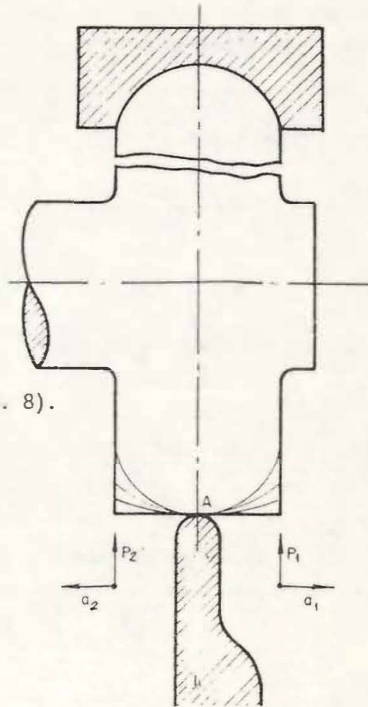

Fig. 8
- a Ubique la herramienta frente a la parte más saliente de la superficie A (fig. 8).
- b Con movimiento de avance ( $a_1$ ) y profundidad ( $p_1$ ) simultáneos realice la pasada (1).
- c Vuelva al punto A y con avance ( $a_2$ ) y profundidad ( $p_2$ ) simultáneos, haga la pasada (2) (fig. 8).